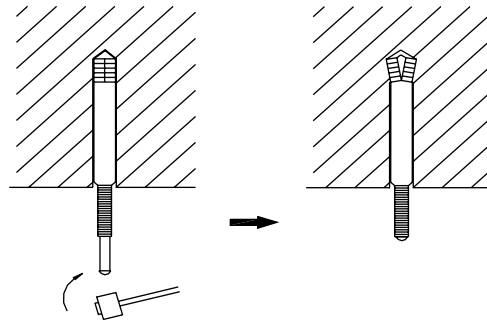

Рисунок 6.14 — Установка анкерных втулок
- Установите забивные анкерные втулки М10 в просверленные отверстия (рис. 6.14)